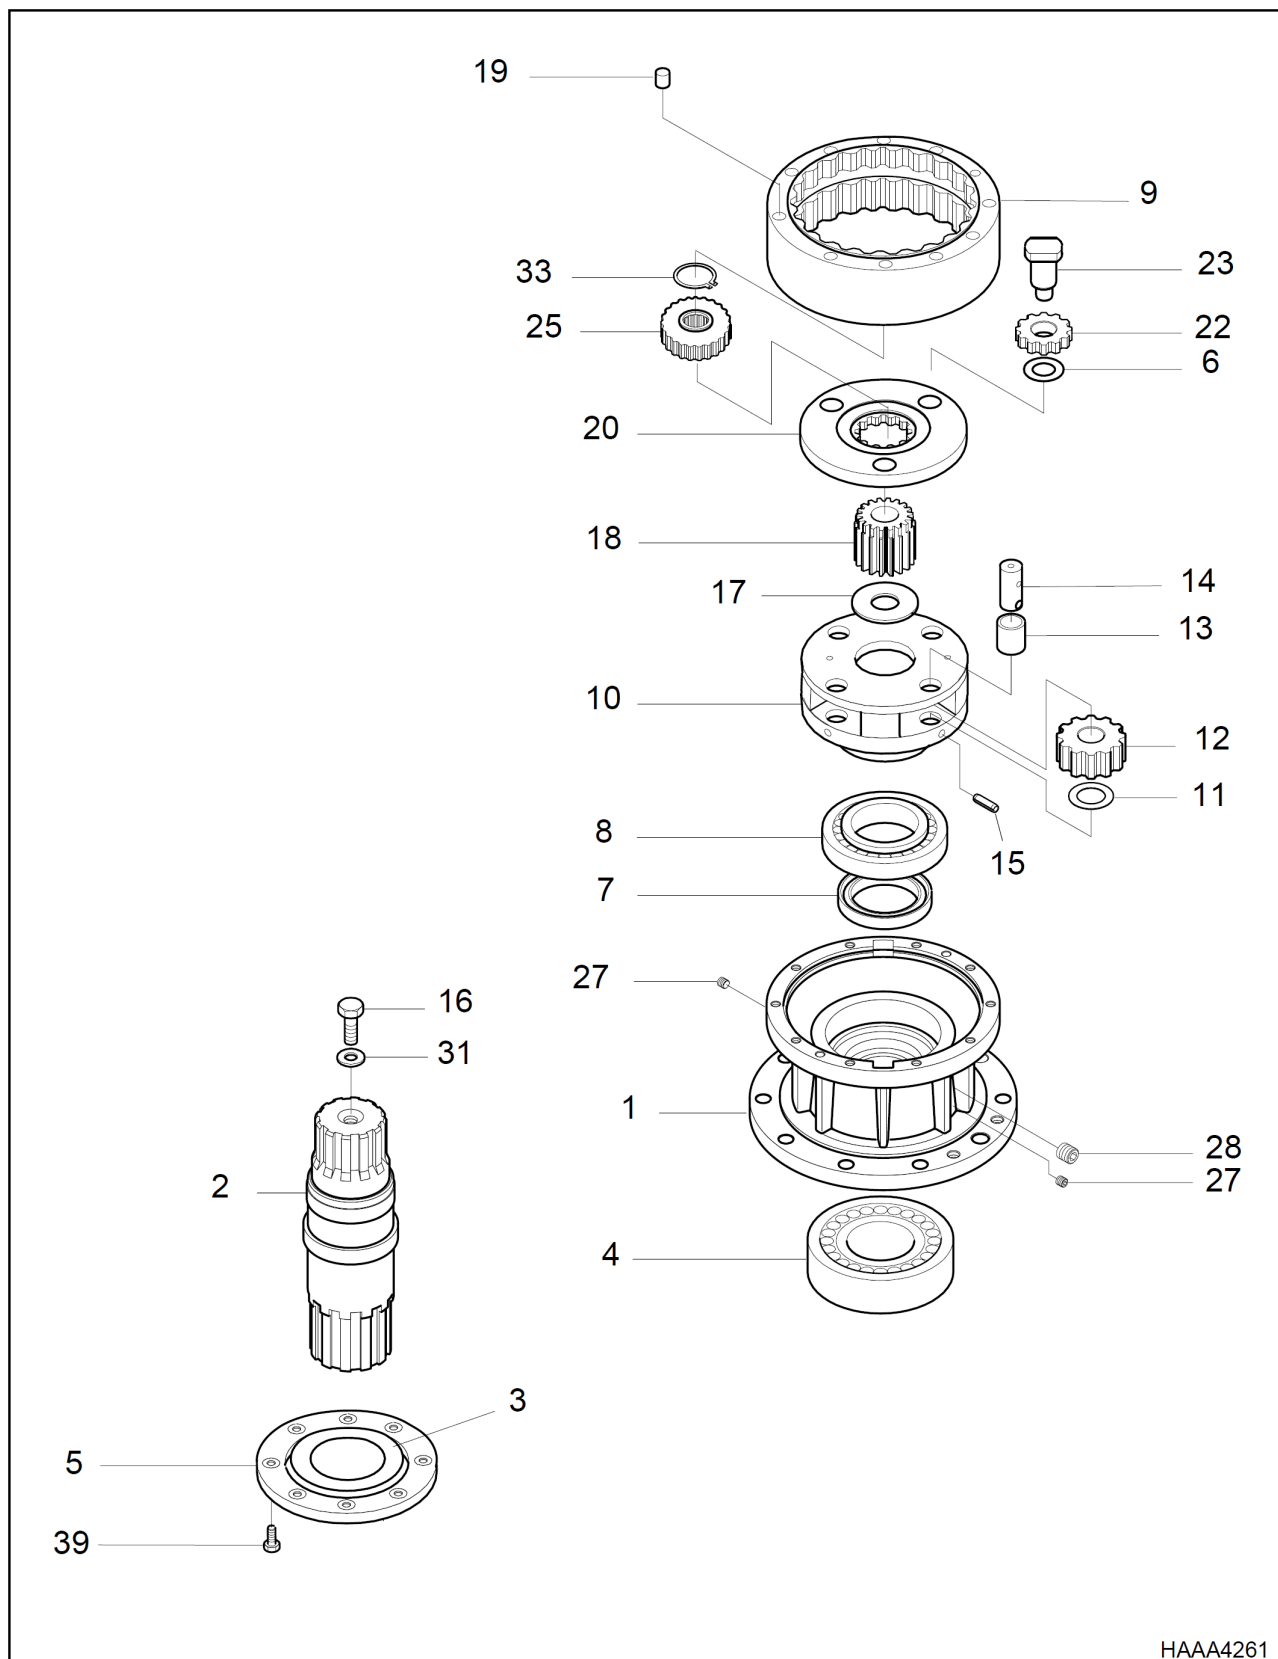
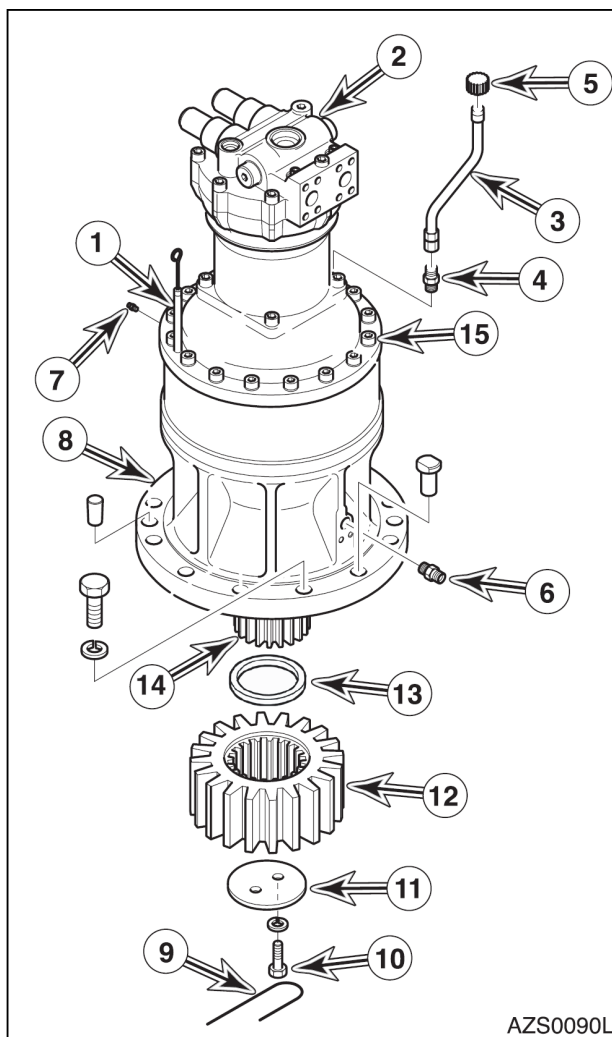

Рис. 11
Рис. 15 SOLAR 470LC-V
1. Вставить две пробки (27, рис. 11) и пробку (28) в передний корпус (1), при необходимости выполнить замену.
2. Вдавить масляное уплотнение (7, рис. 11) в кожух (1).
3. Вдавить роликовый подшипник (8, рис. 11) в кожух (1).
4. Вдавить роликовый подшипник (4, рис. 11) в кожух (2).
5. Вставить с нажимом ведущий вал (2, рис. 11) и роликоподшипник (4) в нижний кожух (1).
**ПРИМЕЧАНИЕ** Нажать одновременно на наружную обойму подшипника (4, рис. 11) и конец вала с ведущей шестерней (2). Следует соблюдать осторожность, чтобы не повредить резьбовые отверстия на конце вала.
**ПРИМЕЧАНИЕ** Убедиться, что подшипник (8, рис. 11) сидит на буртике.
6. Вставить рукой подшипник (4, рис. 11) и заполнить полость смазкой. Повернуть ведущий вал и убедиться, что подшипник смазан.
7. Установить диск (3, рис. 11) на накладную пластину (5).
8. Прикрепить накладную пластину (5, рис. 11) к кожуху (1) восемью болтами (39, рис. 11).
9. Собрать опору № 2 (10, рис. 11).
- А. Вставить втулку № 2 (13, рис. 11) в планетарную шестерню 2 (12). Установить на втором несущем вале шестерню, втулку, упорную шайбу № 2 (11) и палец №. 2 (14) (10).
- В. Совместить отверстие для пружинного штифта в пальце (14, рис. 11) с отверстием во втором ведущем вале (10).
**ПРИМЕЧАНИЕ** На рис. 12 показано, как следует повернуть отверстия в пальце (14, рис. 11) относительно ведущего вала
- С. Вставить с нажимом пружинный штифт (15, рис. 11) во вторую опору (10) и палец № 2 (14).
18. Совместить установочные метки и установить двигатель поворота (2, рис. 15) на коробке передач (8). Закрепить двенадцать торцевых болтов (15) для соединения двигателя поворота и коробки передач.
**ПРИМЕЧАНИЕ:** Смазать соприкасающиеся поверхности двигателя поворота (2, рис. 15) и венцевой шестерни (3, рис. 11) смазкой **Loctite #609**.
19. Смазать внутренний диаметр распорного кольца (13, рис. 15) смазкой **Loctite #609**. Установить распорное кольцо на место на ведущем валу (14).
**ПРИМЕЧАНИЕ:** Убедиться, что смазка **Loctite** не контактирует с сальником (33, рис. 11) во избежание утечки.
20. Установить стопорную шайбу (11, рис. 15), четыре блокировочные шайбы и болты с головкой под сверло (10) на ведущем валу (14).
21. С помощью контрящей проволоки (9, рис. 15) закрепить болты с головкой под сверло (10).
22. Установить переходные втулки (6 и 7, рис. 15) на коробке передач (8). (Solar 470LC-V)
Установить редуктор и сливной кран (не показан) в коробке передач (8, рис. 15). (S450LC-V)
23. Установить сапун (5, рис. 15) на трубке сапуна (3) если он был снят при разборке.
24. Установить переходную втулку (4, рис. 15) и трубку сапуна (3, рис. 15) в двигателе поворота (2).
25. Вставить щуп для определения уровня масла и втулку щупа (1, рис. 15) в двигатель поворота (2).